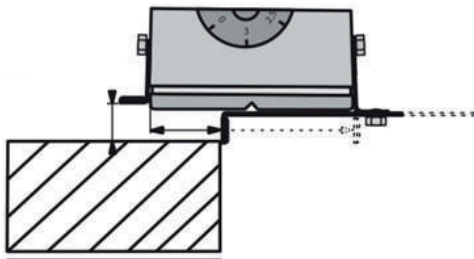

РИС. 4
- установите рубанок правой стороной (при виде сзади) на край заготовки, с которого необходимо выбрать четверть (Рис. 4);